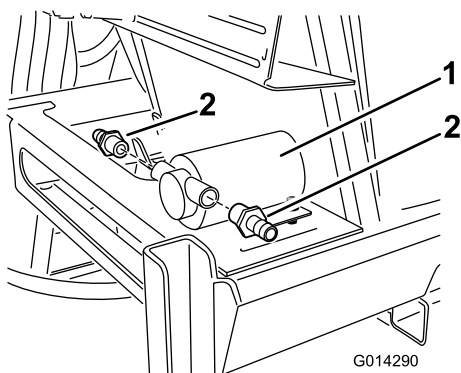

图20
3. 从散装零件中找到直通宝塔式软管接头。在泵入口和排出口各装上一个接头（图20）。